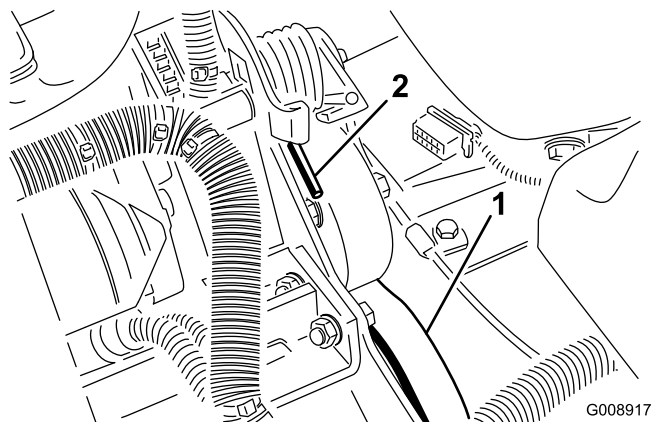

Figura 73
- Empuje hacia adelante y hacia abajo sobre el extremo del muelle (Figura 73) para desengancharlo del soporte y liberar la tensión.